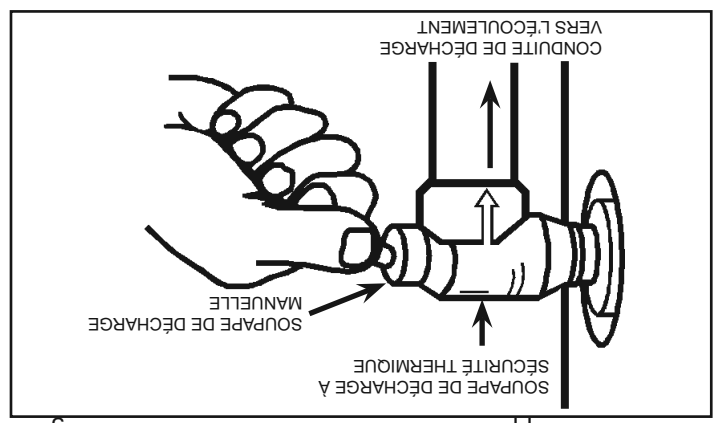

Figure 36
- Actionner manuellement la soupape de décharge à sécurité thermique à intervalles réguliers pour vérifier qu'elle fonctionne correctement (voir Figure 36). Pour éviter tout dégât des eaux, la soupape doit être correctement raccordée à une conduite de décharge qui débouche sur un écoulement adapté. En se tenant à l'écart de la sortie (l'eau évacuée peut être chaude), soulever et relâcher lentement le levier de la soupape de décharge à sécurité thermique pour lui permettre de s'actionner librement et de revenir en position fermée. Si la soupape ne se réarme pas complètement et continue de décharger de l'eau, fermer immédiatement la vanne de gaz manuelle et le robinet d'entrée d'eau froide et appeler le technicien d'entretien Reliance agréé.